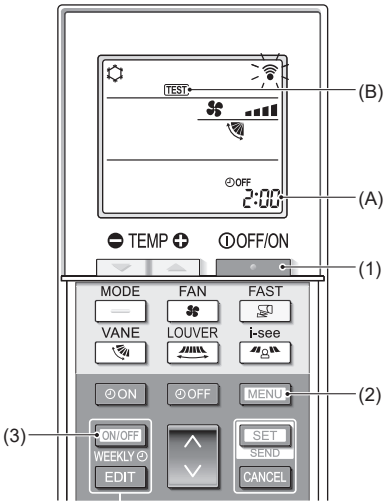

Fig. 7-5
7.2.2. Utilizar o controlo remoto sem fio (Fig. 7-5)
- Prima o botão (1) para parar o aparelho de ar condicionado.
- Se o temporizador semanal estiver activo (WEEKLY aceso), prima o botão (3) para o desactivar (WEEKLY apagado).
- Prima o botão (2) durante 5 segundos.
- Prima o botão (2).
- Prima o botão (B) acende e a unidade entra no modo de teste de funcionamento.